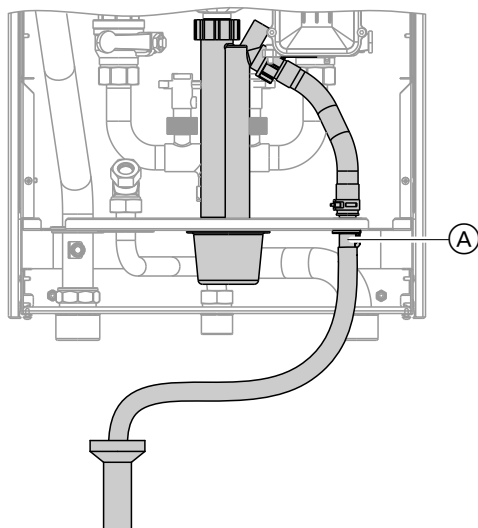

Fig. 5
1. Se racordează furtunul pentru condens la adaptorul de furtun (A). Aveți grijă ca adaptorul de furtun să stea fix pe racord.
2. Furtunul de evacuare a condensului se racordează la rețeaua de canalizare cu panta continuă necesară și asigurând aerisirea pe conductă (scurgere într-o pâlnie ca în fig. 5).